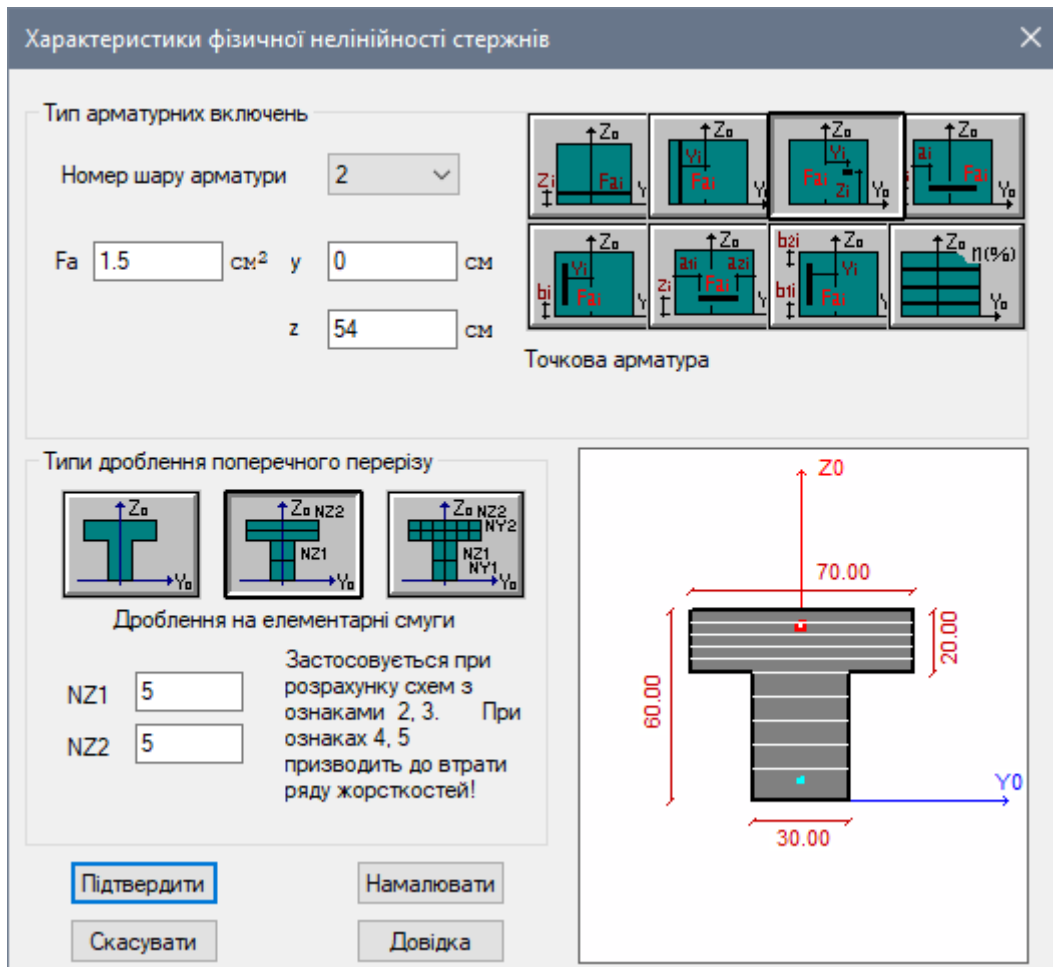

Рис. 7.16. Діалогове вікно **Характеристики фізичної нелінійності стержнів**
- Для задання розташування і площі арматури, в діалоговому вікні **Задання стандартного перерізу** (рис. 7.12) натисніть на кнопку **Параметри арматури**. Відкривається діалогове вікно **Характеристики фізичної нелінійності стержнів** (рис. 7.16).